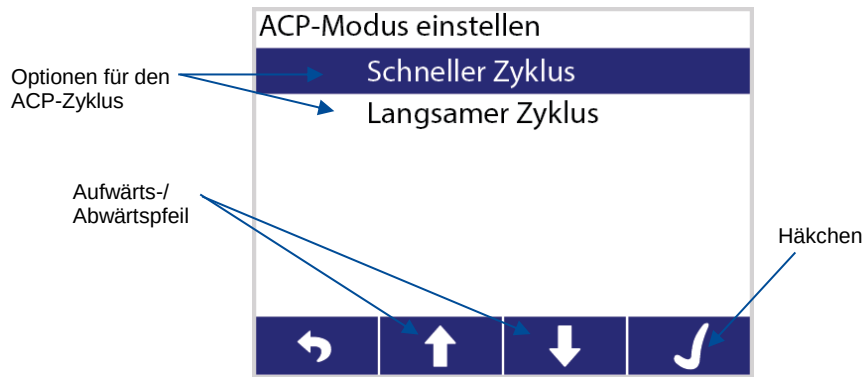

Abbildung 31: Auswählen des ACP-Zyklus
3. Durch Drücken der **Aufwärtspfeil**- oder **Abwärtspfeil**-Bildschirmtaste entweder **Schneller Zyklus** oder **Langsamer Zyklus** hervorheben und zum Auswählen der gewünschten Geschwindigkeit die Häkchen-Bildschirmtaste drücken (Abbildung 31).